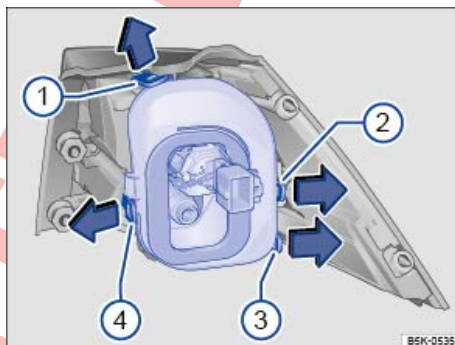

Fig. 293 Grupo óptico trasero en la carrocería: desmontaje del portalámparas. ① a ④ pestañas de bloqueo.
7.	Para desbloquear el portalámparas, presione las pestañas de bloqueo ⇒ fig. 293 ① a ④ en el sentido de las flechas.